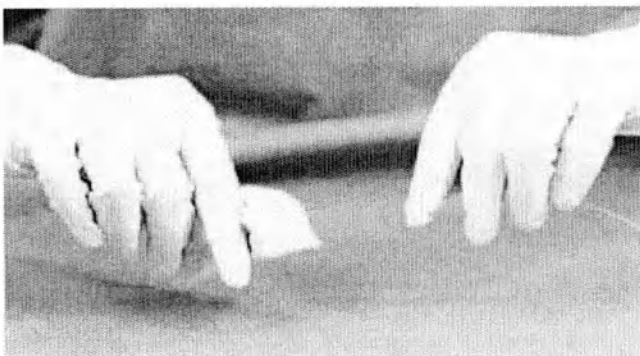

Рисунок 8
3. Протрите поверхность катетера марлевой салфеткой, смоченной физиологическим раствором с гепарином (рисунок 8).